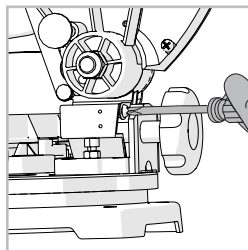

Fig. 10
- Allentare la vite dell'indicatore dell'angolo di inclinazione mediante un cacciavite a croce n. 2. (**Fig. 10**)